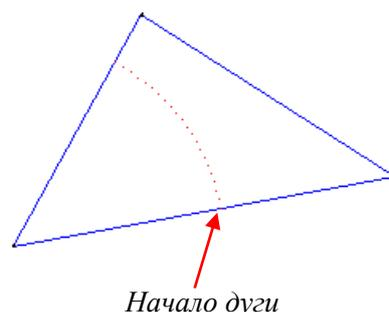

Рис. 3.4
1. Построить дугу с центром в нижней левой вершине треугольника (рис. 3.4).
Шаг 5. Указать конец дуги: выбрать объектную привязку **Ближайшая** , затем подвести курсор к левой стороне треугольника примерно посередине и нажать левую клавишу мыши. В треугольнике появится дуга (рис. 3.4).